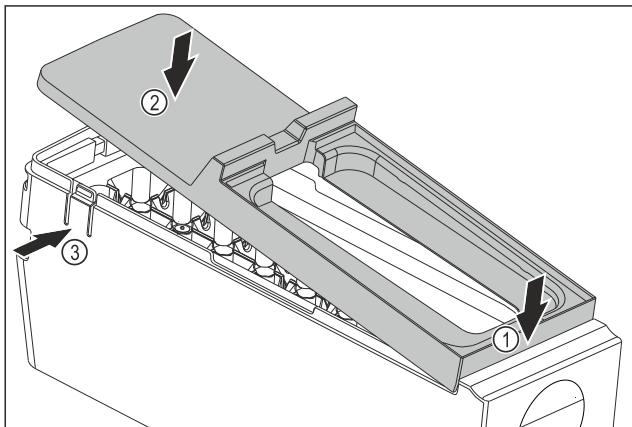

Fig. 123
- Abdeckung des EasyTwist-Ice-Korpus montieren: Abdeckung vorne ansetzen. Fig. 123 (1)
- Abdeckung hinten absenken. Fig. 123 (2)
- Abdeckung rastet hörbar in beiden Taschen Fig. 123 (3) ein.